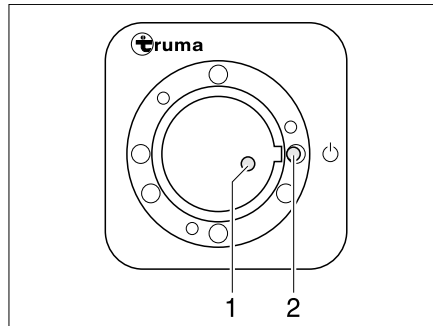
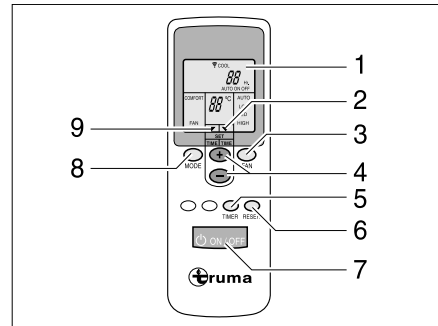

Bild 144 Empfänger
Bild 145 Fernbedienung
Die Klimaanlage ist in der Heckgarage rechts hinter einer Klappe eingebaut. Die Fernbedienung (Bild 145) für die Klimaanlage und der Empfänger (Bild 144) befinden sich im Küchenbereich.
- Am Schalter (Bild 145,7) die Fernbedienung einschalten. Die grüne Kontroll-Leuchte (Bild 144,1) zeigt den Kühlbetrieb an.
- Die gewünschte Betriebsart mit der Taste (Bild 145,8) einstellen.
- Bei Bedarf mit den Tasten (Bild 145,3 und 4) die gewünschte Gebläseleistung und Raumtemperatur einstellen. Der Pfeil (Bild 145,9) zeigt den gewählten Einstellmodus an.
- ▷ Am Empfänger befindet sich ein zusätzlicher Tastschalter (Bild 144,2), mit dem die Klimaanlage auch ohne Fernbedienung aus- oder eingeschaltet werden kann. Wenn die Klimaanlage über diesen Tastschalter eingeschaltet wird, dann wird automatisch die zuletzt auf der Fernbedienung eingestellte Betriebsart gewählt.
- Zum Ausschalten die Taste (Bild 145,7) auf der Fernbedienung erneut drücken.
- Zum Programmieren die Klimaanlage mit der Taste (Bild 145,7) auf der Fernbedienung einschalten.
- Mit den Tasten (Bild 145,8, 3 und 4) die gewünschte Betriebsart und Raumtemperatur einstellen.
- Mit der Taste (Bild 145,5) die gewünschte Funktion (Bild 145,1) auswählen:
- Mit den Tasten (Bild 145,4) die gewünschte Schaltzeit wählen (1 bis 15 Stunden). Der Pfeil (Bild 145,2) blinkt und zeigt den Einstellmodus an.
- ▷ Mit der Taste (Bild 145,6) werden die Einstellungen der Fernbedienung wiederholt an den Empfänger gesendet.